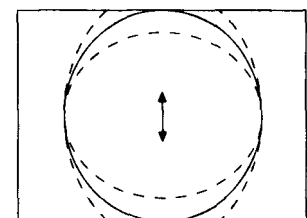

Bild 7
- d) Stellen Sie die vertikale Position so ein, daß Sie eine Bildzentrierung erhalten (Bild 7).